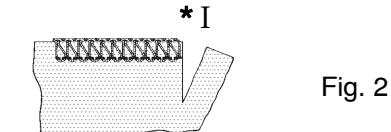

Fig. 2
NOTE: When overlocking and trimming at the same time, cut the fabric along the new stitching line for about 3 cm, before turning the fabric. Fig. 2.
NOTE : Lorsque l'on coud et coupe en même temps, couper le tissu sur 3 cm le long du bord de la nouvelle direction, ce, avant de tourner le tissu.(Fig.2).
Nota: Cuando sobrehile, corte el material a lo largo de la nueva línea de puntada unos 3 cm. antes de girarlo Fig. 2.
Nota: Quando si esegue il soprappunto e si taglia nello stesso tempo, tagliare il tessuto lungo la nuova linea di cucitura per circa 3 cm, prima di ruotare la stoffa. Fig. 2
3. Insert the cord through either the front or rear hole (according to the operation, see diagrams Figures 2 and 3), in the presser foot and pass it under and to the rear of the foot.
FOR JOINING SHOULDERS OR SLEEVES, pass the cord through the front hole, ensuring that it is fixed between the left and right needle threads as it is guided through the front hole. (Fig. 2).
POUR ASSEMBLER LES EPAULES OU LES MANCHES, passer le fil de renfort dans le trou avant du pied presseur, en s'assurant qu'il est placé entre les fils d'aiguilles gauche et droite pendant la couture. (Fig.2).
PARA UNIR HOMBRERAS O MANGAS pasar el cordón a través del agujero anterior asegurándose de que está fijado entre los hilos de las agujas derecha e izquierda cuando es guiado a través del agujero frontal (Fig. 2).
3. Inserire il cordone attraverso l'un o l'altro foro anteriore o posteriore (in accordo all'operazione vedere diagramma di fig. 2 e 3) nel piedino pressore e passarlo sotto e dietro il piedino.
PER UNIRE SPALLE O MANICHE passare il cordone attraverso il foro frontale, assicurandosi che esso sia fissato tra i fili dell'ago destro e sinistro mentre è guidato attraverso il foro frontale. (Fig. 2).
3. Steek het koordje door een van beide gaatjes in uw naivoet, zoals afgebeeld op Fig. 2 en Fig. 3, en leg het koordje naar linksachter, onder de voet door.